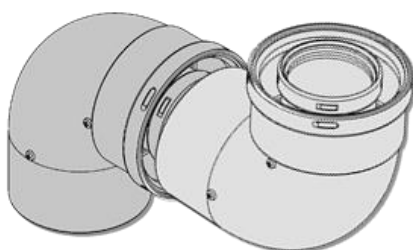

Рис. 27 Два колена соединённые напрямую.
- **Не рекомендуется** одно колено напрямую соединять с другим коленом (См. рис. 27) Для стабилизации потока газа всегда необходимо между коленами вставлять участок прямой трубы (минимум 0,5 м. для колена 90° и 0,2 м. для колена 45°). В случае если приходится соединять два колена 90° друг за другом, без минимального участка для стабилизации, то при расчёте длины дымохода **необходимо** учитывать, что в этом случае потеря давления в каждом колене увеличивается в два раза.